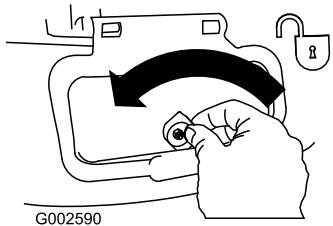

Figure 27
- Déverrouillez le volet d'éjection latérale (Figure 27).